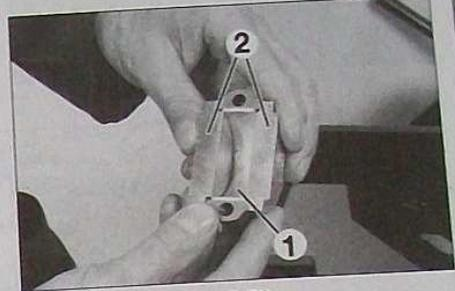

FIG. 50
- Monter dans leur chapeau, les coussinets (1) huilés suivant la classe déterminée pour chaque maneton. Ils doivent parfaitement être centrés sur la bielle et le chapeau. Utiliser pour cela l'outil (2) PSA 0194.P (Fig.50).